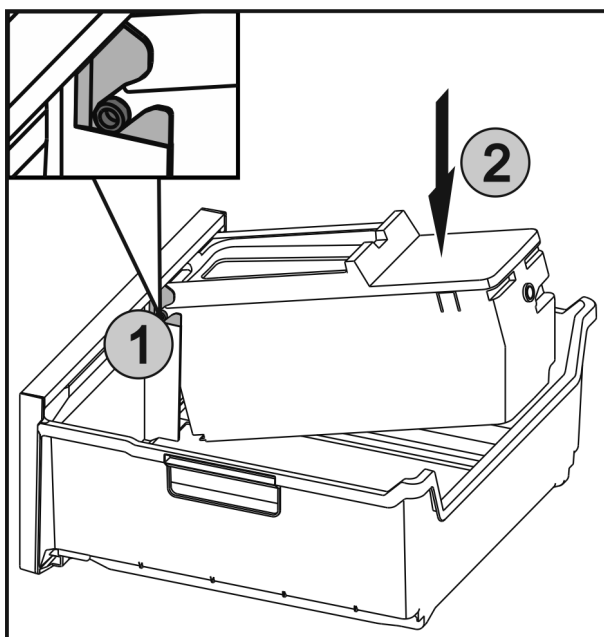

Fig. 58
- ▶ Zasuňte osi Fig. 58 (1) na EasyTwist-Ice do vedení a tlačte zadnú stranu Fig. 58 (2), kým spona nezapadne.